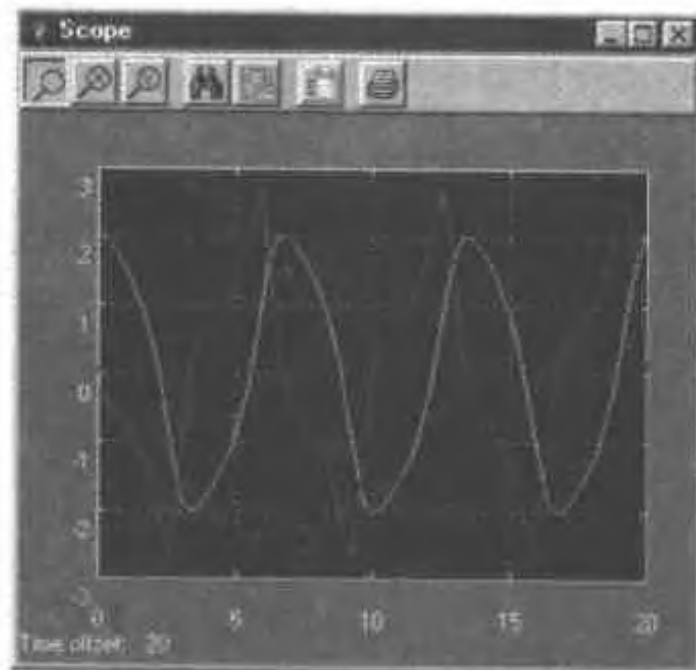

图 7.22 Scope 模块的属性对输出波形的影响
(3) 时间偏置。图 7.22 表明了 Scope 模块显示 vdp 模型的输出情况。仿真时间 40s。